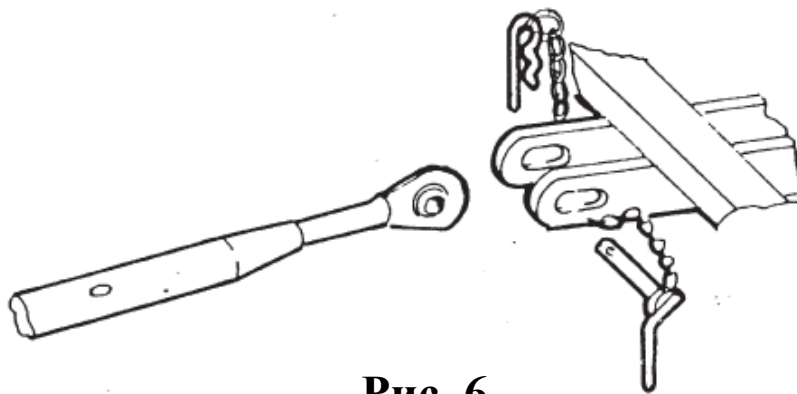

Рис. 6
- ➔ Вставьте штифт и зафиксируйте шплинтом. Подсоедините карданный вал и проверьте правильность его подключения к механизму отбора мощности. Внимательно изучите инструкции к карданному валу. Подсоедините третью точку сцепки, убедившись, что ось ВОМ параллельна поверхности земли. Во избежание ударов о землю во время транспортировки удостоверьтесь, что третья точка расположена по центру, когда оборудование находится в горизонтальном положении, стоя на земле (см. рис. 6).